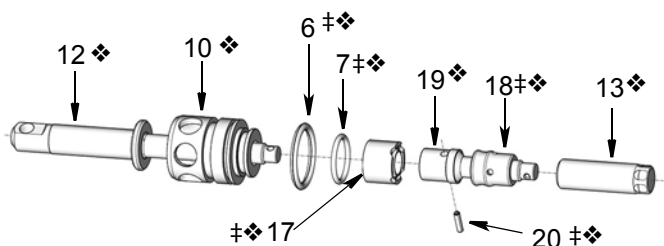

Рис. 21
5. Установите сальниковое уплотнение впуска (17†❖) на лопаточный шток (12❖) (Рис. 21).
7. Очистите растворителем резьбу на штоке поршня (19❖) и установочном штоке (13❖), чтобы подготовить ее к нанесению резьбового герметика (Рис. 21).
- Зажмите шток поршня в тисках, чтобы упростить свинчивание двух штоков. Будьте осторожны и не зажимайте шток в тисках слишком сильно, чтобы не допустить его повреждения или появления царапин на наружной поверхности. Зажимайте в тисках только часть штока с выемкой (19).
- Чтоб предотвратить проворачивание штока в тисках при свинчивании двух штоков, вставьте в отверстия штифта штифт, длина которого превышает длину пружинного штифта (20).
9. Вкрутите лопаточный шток (12❖) в шток поршня (19❖). Затягивайте до тех пор, пока отверстия для штифта (Рис. 21) в каждом из штоков не совместятся.
10. Вставьте пружинный штифт (20†❖) в отверстия, совмещенные во время выполнения шага 6 (Рис. 21).